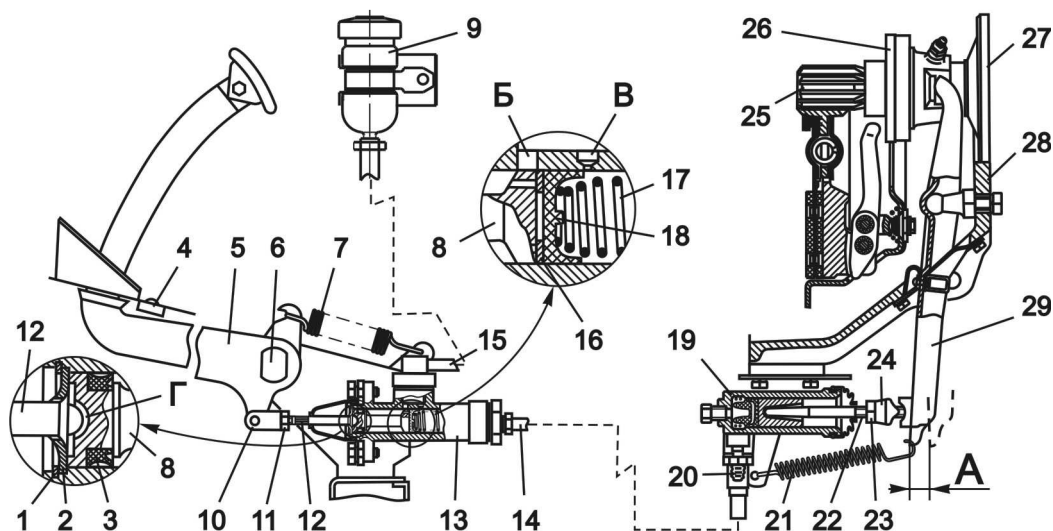

Рис. 4-2 Привод выключения сцепления
Привод выключения сцепления (рис. 4-2) гидравлический, состоит из подвесной педали, главного цилиндра, рабочего цилиндра и трубопровода.
Для регулировки свободного хода наружного конца вилки выключения сцепления 29 (рис. 4-2) следует:
1. Отвернуть крышку заливного бачка 9 (рис. 4-2), который расположен на задней перегородке моторного отсека.